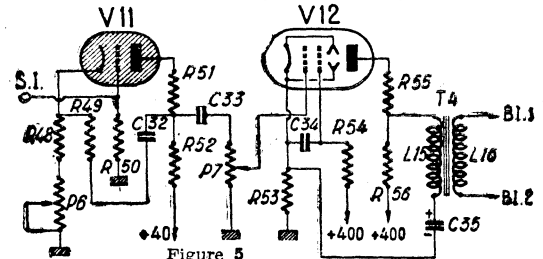

Figure 5
b) Base de temps image (fig. 5). — Celle-ci fournit des courants en dent de scie à 50 c/s exactement.